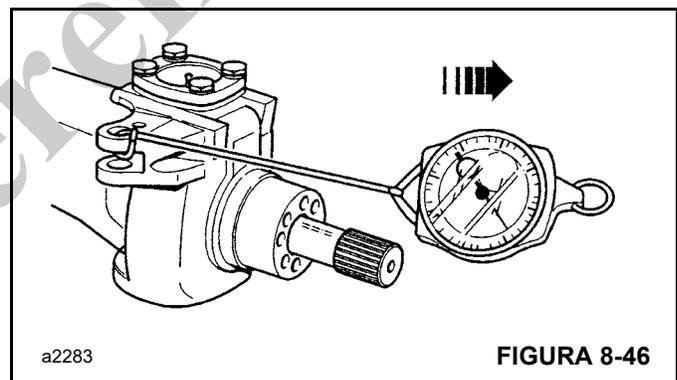

FIGURA 8-46
9. Conecte una balanza de resorte (Figura 8-46) al adaptador giratorio de oruga y gire el adaptador giratorio. Apriete los pernos del muñón superior **35** para eliminar el juego axial, pero sin la precarga del cojinete (es decir, sin aumento en la indicación de la balanza de resorte).